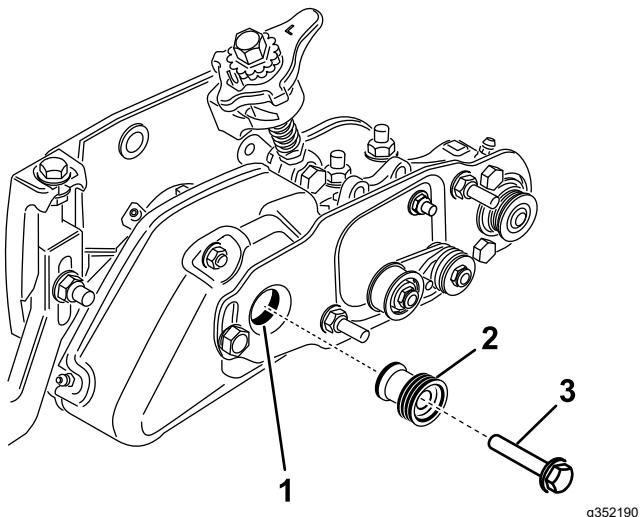

Figura 31
20. Togliete il bullone che fissa la puleggia del groomer all'albero di trasmissione (Figura 31).
21. Inserite la puleggia motrice della spazzola nella puleggia motrice del groomer e sull'albero di trasmissione (Figura 31). Verificate che le linguette della puleggia siano inserite nella scanalatura dell'albero di trasmissione.
22. Fissate la puleggia motrice all'albero con un bullone a testa flangiata (¾" x 2") (Figura 31). **Serrate il bullone ad un valore compreso tra 47 e 54 N·m..**